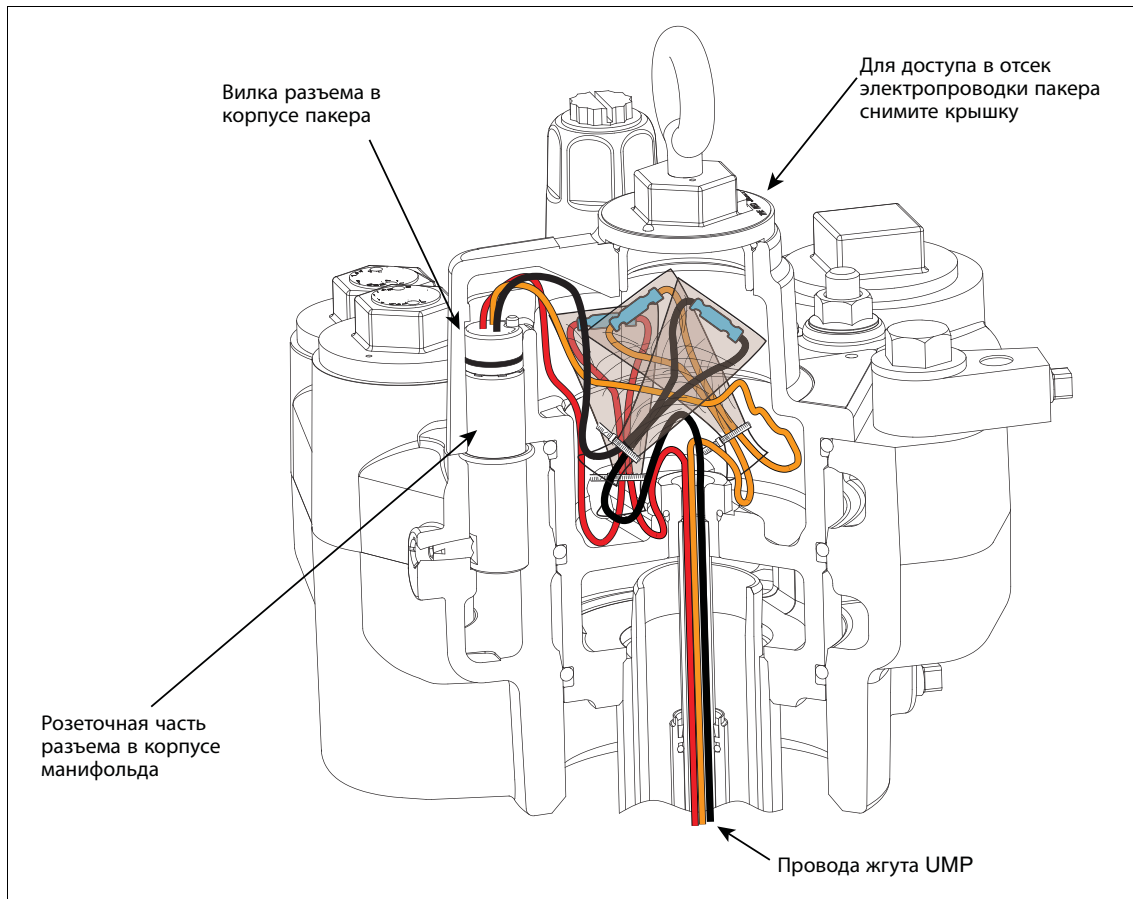

Рис. 13. Присоединение UMP к электропроводке пакера
16. Закончив герметизацию соединений, как можно аккуратнее сверните провода внутри отсека электропроводки пакера (см. рис. 13). Для ясности пакеты с герметиком показаны прозрачными.